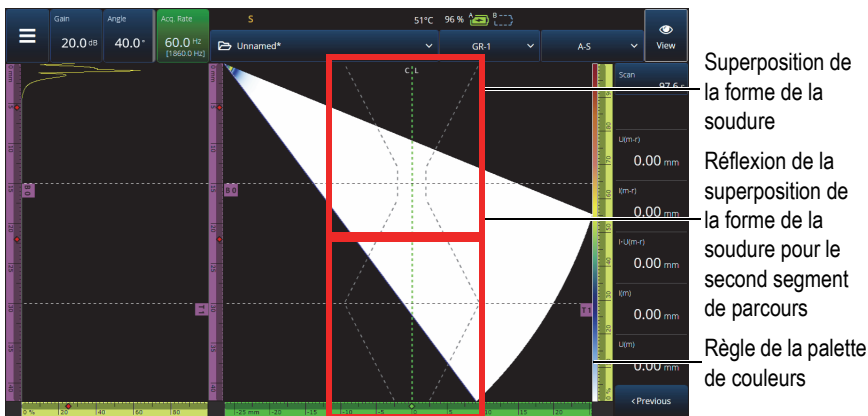
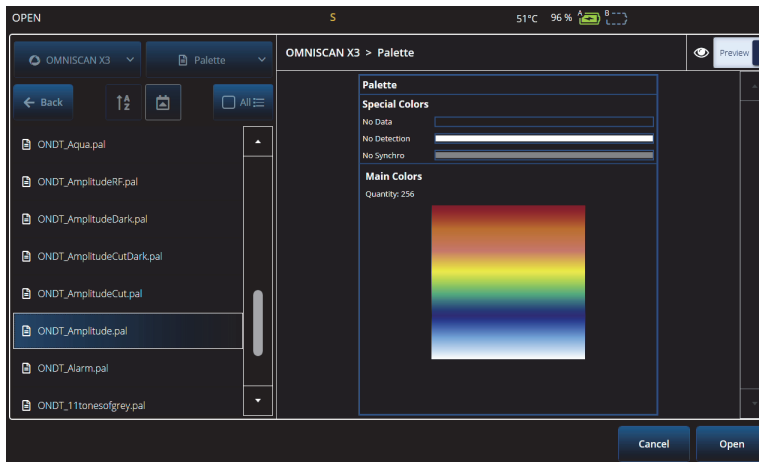

Figure 2-57 Superposition d'une soudure en V avec écart
Figure 2-60 Sélection d'une palette de couleurs
Si la pièce que vous inspectez comprend une superposition (soudure ou autre élément personnalisé), vous pouvez en activer et désactiver l'affichage. La superposition est un dessin de la forme de la soudure ou un dessin que vous avez sélectionné qui est superposé à la vue S-scan. Cette fonctionnalité peut vous aider à visualiser l'emplacement des indications par rapport à la forme de la pièce ou de la soudure (Figure 2-57 à la page 116). La réflexion de la superposition (pour prendre en compte le deuxième segment de parcours, le troisième segment de parcours, etc.) peut être activée et désactivée (ON/OFF) dans **Menu > Display > Overlay > Multiple Legs** (Menu > Écran > Superposition > Bonds multiples).
- ◆ Appuyez et maintenez votre doigt sur la règle/échelle de la palette de couleurs (affichée à droite de la Figure 2-57 à la page 116), et puis sélectionnez **Load** (Charger). Examinez les palettes de couleurs disponibles et appuyez sur **Open** (Ouvrir) pour en modifier une (Figure 2-60 à la page 120).
- ◆ Appuyez longuement sur la règle de la palette (montrée du côté droit de la Figure 2-57 à la page 116) et sélectionnez **Restore Default Palette** (Rétablir palette par défaut) [Figure 2-61 à la page 121].